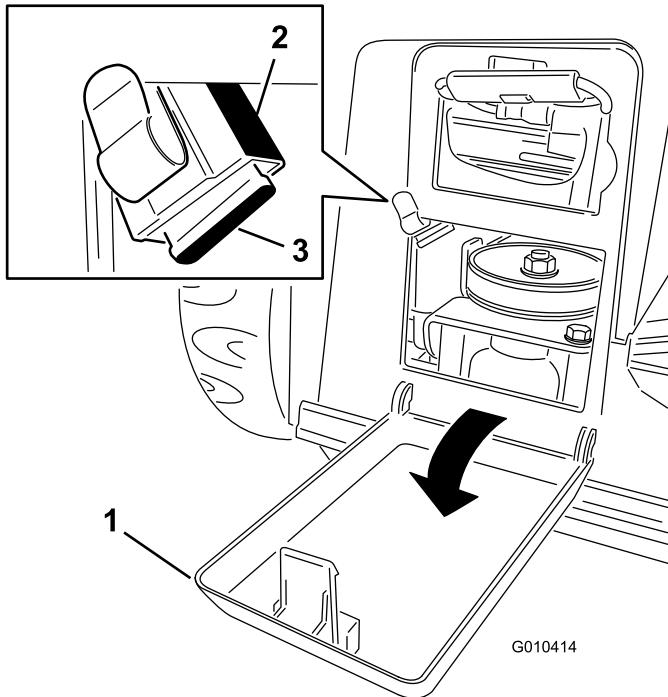

Figura 9
1. Abra la tapa de la batería (Figura 9).
2. Localice el portafusibles en la esquina superior izquierda del hueco del compartimiento de la batería (Figura 9).